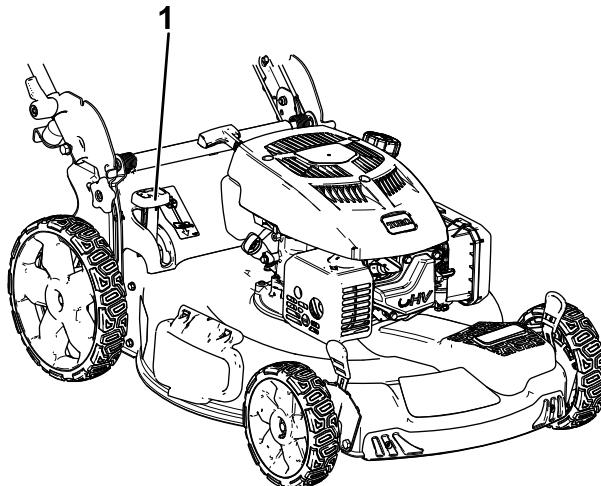

Figure 20
- **Pour ramasser les déchets d'herbe et de feuilles**, appuyez sur le bouton du levier de ramassage sur demande et déplacez le levier complètement en avant jusqu'à ce que le bouton ressorte (Figure 20).